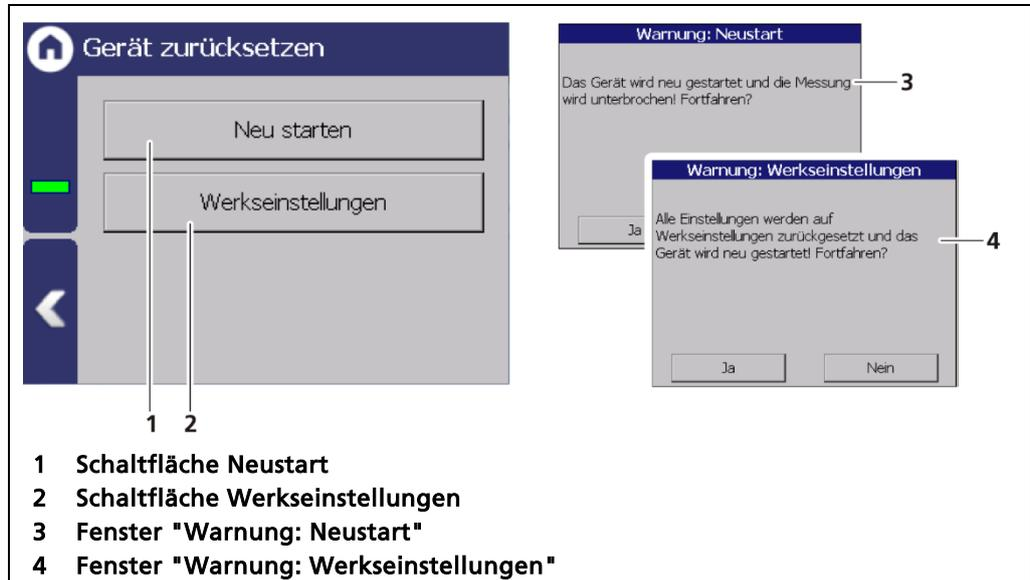

Abb. 53 Gerät zurücksetzen
1. Um das Gerät neu zu starten, klicken Sie auf die Schaltfläche <Neu starten> (Abb. 53, Pos.1).
- ▶ Ein Fenster mit der Warnung „Neustart“ (Abb. 53, Pos.3) öffnet sich.
1. Um die Auswertereinheit auf die Werkseinstellungen zurückzusetzen, klicken Sie auf die Schaltfläche <Werkseinstellungen> (Abb. 53, Pos.2).
- ▶ Ein Fenster mit der Warnung „Werkseinstellungen“ (Abb. 53, Pos.4) öffnet sich.